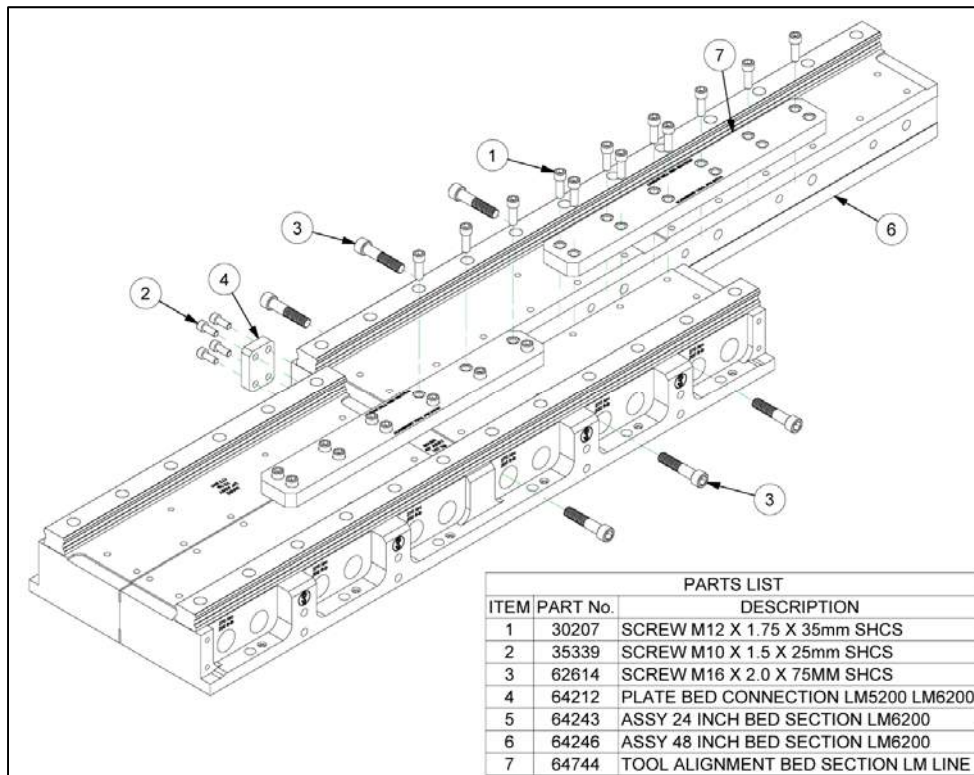

Figure 2
7. Placez la section suivante de 48 pouces en position et poussez-la contre les autres sections comme cela est présenté en sur la Figure 2. Installez six fixations M16 (article 3) et serrez-les à 10 ft-lb.
8. Placez le second outil d'alignement de banc (article 7) sur les sections comme cela est présenté en sur la Figure 2. Serrez les fixations (article 1) sur les sections assemblées en premier à 65 ft lb. Serrez ensuite les fixations sur la nouvelle section à 65 ft-lb.
10. Installez une plaque de raccordement de banc (article 4) comme cela est présenté sur la Figure 2, puis serrez les fixations (article 2) à 40 ft-lb.